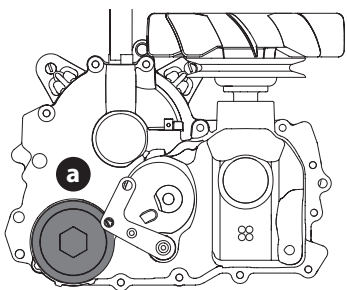

Fig. 39
2. Placez un récipient approprié sous le couvercle du filtre à huile (a) de transmission. Retirez le couvercle du filtre à huile de transmission pour vidanger l'huile (Fig. 39). Retirez et jetez le joint torique.
4. Remplacez le nouveau filtre et placez le nouveau joint torique sur le couvercle du filtre (a) (Fig. 39).